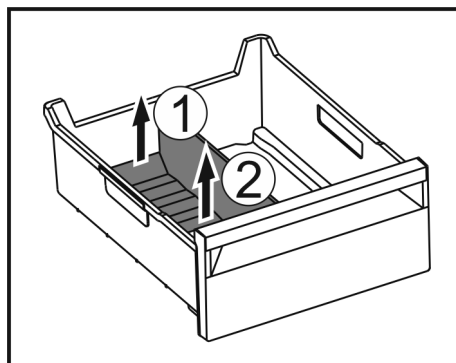

Fig. 231
- ▶ Soulever la partie arrière du séparateur de congélateur. Fig. 231 (1)
- ▶ Retirer le séparateur de congélateur par le haut. Fig. 231 (2)